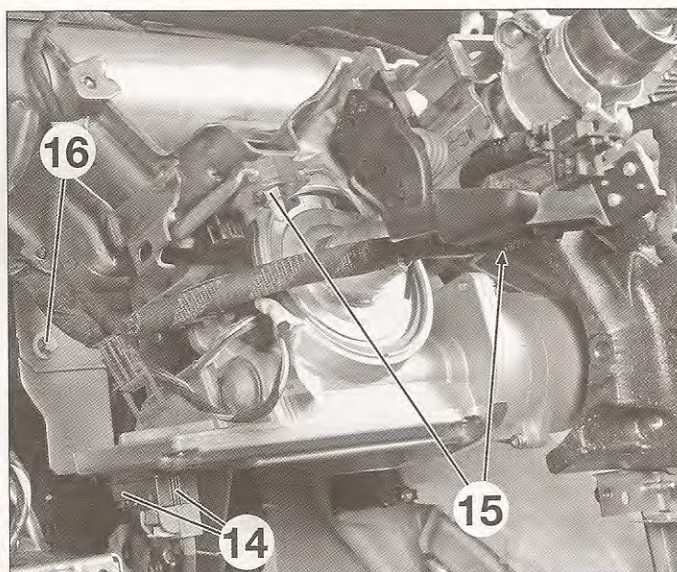

FIG. 12
- Desconectar los 2 conectores (14) de alimentación y de gestión de la columna de dirección (fig. 12).
- Desmontar las 2 tuercas (15) y el tornillo lateral (16) de fijación de la columna de dirección en el travesaño.